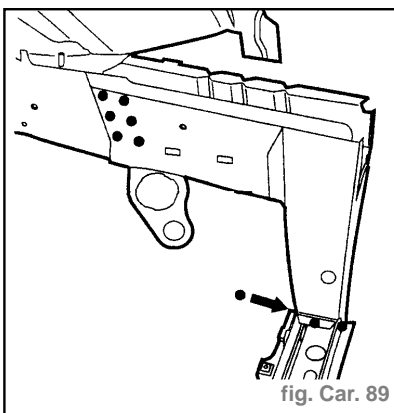

fig. Car. 89
- Souder par points électriques (avec l'équipement : **AB1**) (fig. Car. 89).